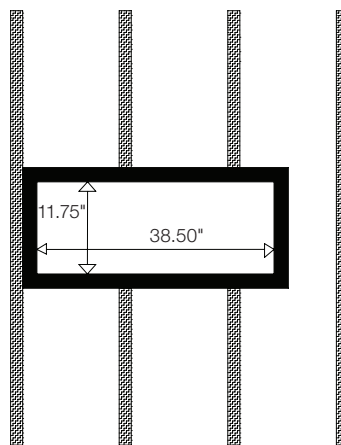

図16
3. 38.5 x 11.75インチ(978mmx298.5mm)の内部寸法(図16)のフレームを作るため、2×6(50.8mm x 152.4mm)材を使用します。穴のサイズの余分なスペースにより、工具を使用して壁でフレームを組み立てることが可能です。くぎまたは木ネジでスタッドの位置にフレームを固定します。